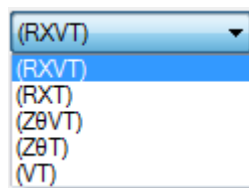

図 3-10. ファンクションの設定
- (1) FUNC のコンボボックスをクリックします。(図 3-10)
- (2) ドロップダウンされるリストから(R,X,V,T)、(R,X,T)、(Z,θ,V,T)、(Z,θ,T)、(V,T)のうち、測定を行いたいファンクションを選択します。